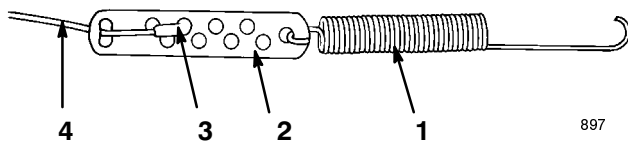

Figure 5
- Accrocher le ressort dans le trou rond à l'extrémité du réglage de câble (Fig. 5).
- Faire passer le câble dans le trou allongé du réglage de câble. Accrocher le crochet en Z de l'extrémité du câble dans le troisième trou à partir de l'extrémité côté câble du réglage de câble (Fig. 5).